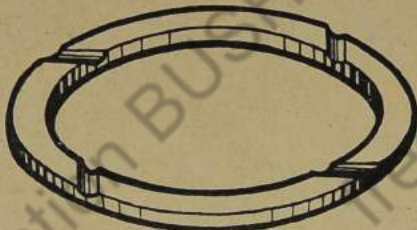

Bild 376: Schmiernuten in der Anlaufscheibe, von innen nach außen gesehen, sind dem Uhrzeigersinn entgegen gerichtet
**Wichtig:** Beim Aufsetzen der Anlaufscheiben ist zu beachten, daß die Schmiernuten in denselben, von innen nach außen gesehen, dem Uhrzeigersinn entgegengesetzt gerichtet sind. Dies gilt für alle Anlaufscheiben (Bild 376).